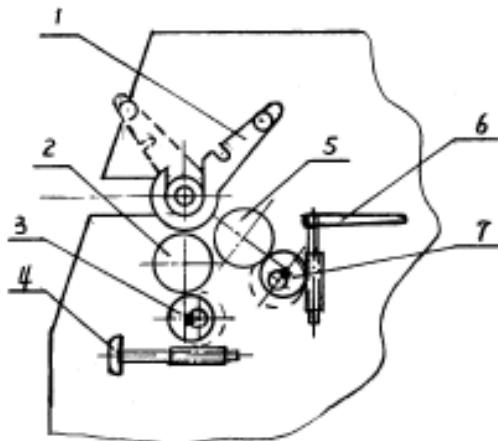

Рис. 9
- 3) Убедиться, что расстояние между верхним и нижним валками соответствует требуемой ширине зоны вальцевания. **Регулировка:** см. **рис. 9**
Порядок регулировки: Проверить положение кулачковых шестерен 3, 7 по рис. 9. При повороте звездообразной рукоятки 4 по часовой стрелке валок 2 поднимется, и расстояние между верхним и нижним валками уменьшится; При повороте звездообразной рукоятки 4 против часовой стрелки расстояние увеличится.